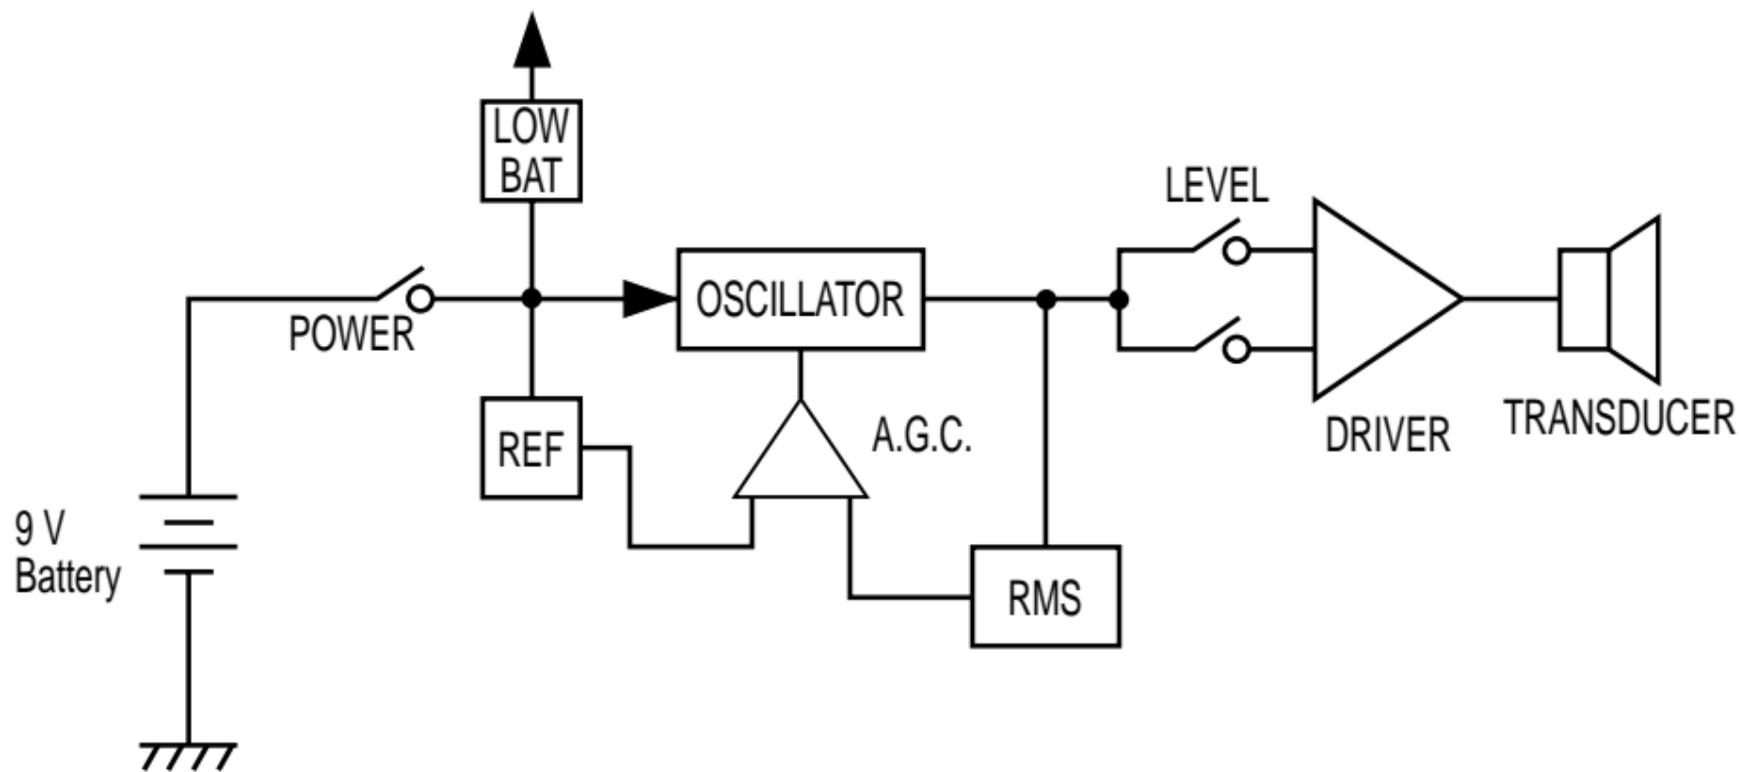

Fig. 4 Schéma à blocs de la partie électronique.
Le schéma en bloc du calibreur est indiqué en Fig. 4. La partie principale de l'électronique est constituée d'un oscillateur à très haute stabilité et basse distorsion composé d'un double amplificateur avec circuit réseau résistance - capacité (RC), et en plus un convertisseur RMS, le réglage automatique en gain (AGC) et le driver pour le résonateur céramique.